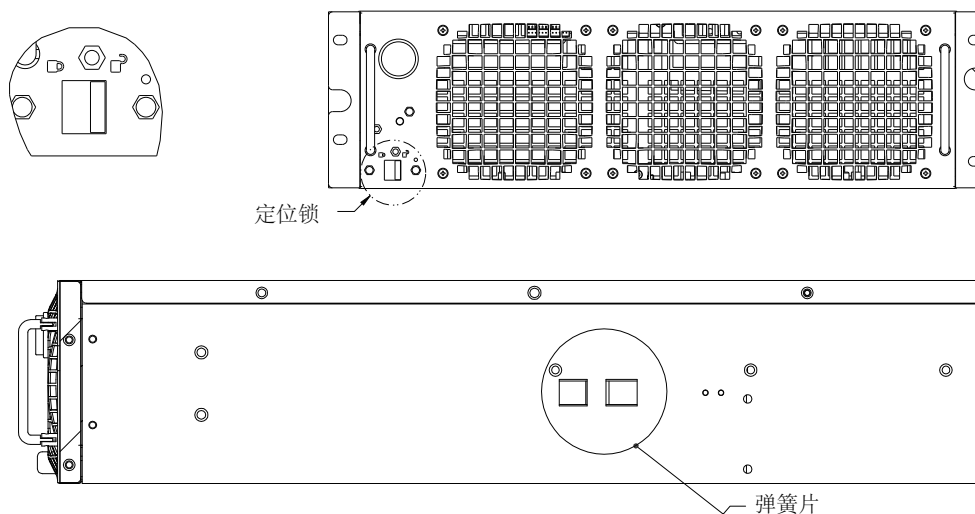

图 6-7：在线拆卸 UPS 模块
1. 将需要拆卸的 UPS 模块前面板的定位锁打到“”（图 6-7），并拆除将模块固定在机柜上的 4 颗螺丝。